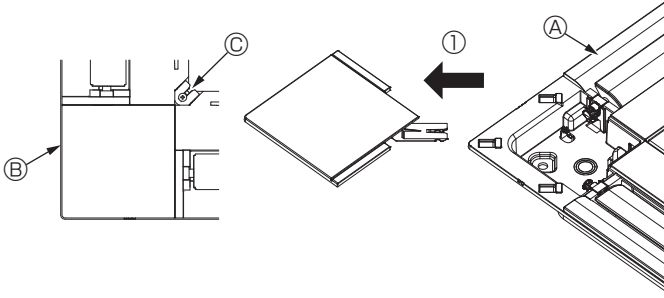

Fig. 10-4
10.2.2. Köşe panelinin çıkarılması (Fig. 10-4)
- Köşe panelinin köşesindeki vidayı gevşetin. Köşe panelini çıkarmak için köşe panelini ① numaralı okla gösterilen şekilde itin.